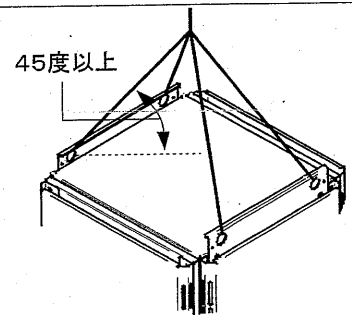

図1
- 本製品を吊上げる場合には、必ず4ヶ所で吊上げ、45度以上の角度で均一な荷重にしてください。45度未満の吊上げ角度、製品可能搭載質量オーバーは落下の恐れがあります。(図1)